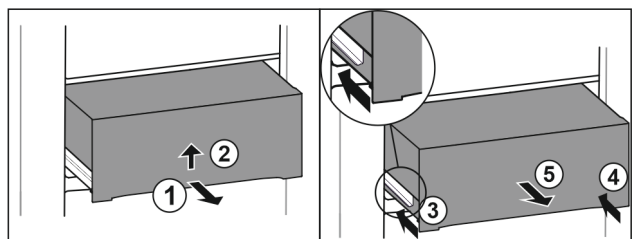

Fig. 68
- ▶ Изтеглете чекмеджето наполовина. Fig. 68 (1)
- ▶ Повдигнете чекмеджето от долната страна. Fig. 68 (2)
- ▶ Вкарайте лявата релса. Fig. 68 (3)
- ▶ Вкарайте дясната релса. Fig. 68 (4)
- ▶ Извадете чекмеджето напред. Fig. 68 (5)